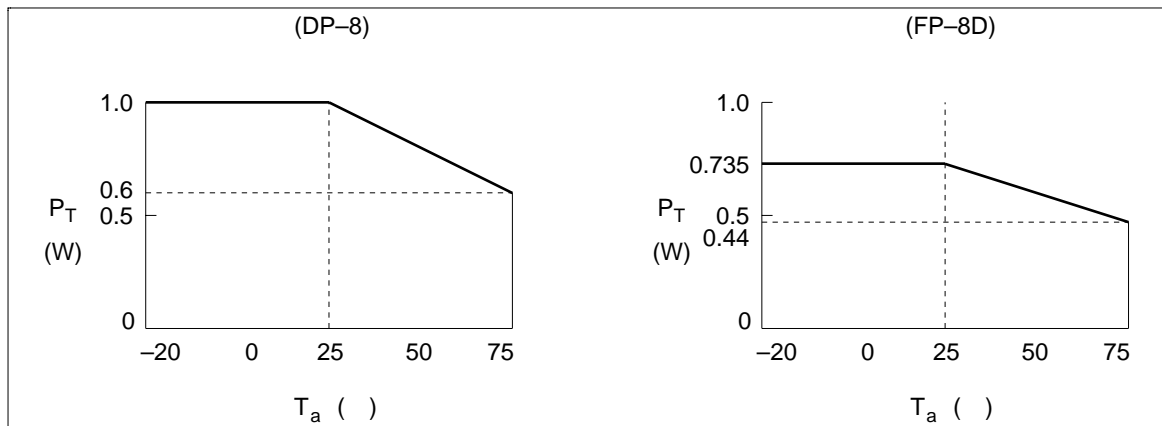

図1 パッケージによるディレーティングカーブ
3. Ta = 25 °C での値。大容量を高周波でドライバする場合は、放熱が必要となりますので図1の通り 8 mW/ (DP-8)及び 5.9 mW/ (FP-8D)でディレーティングして下さい。